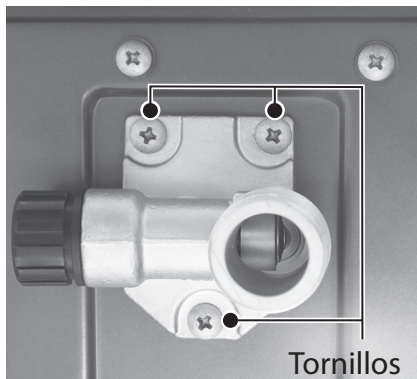

Figura 171 - Ubicación del conjunto de entrada
19 Ubique el conjunto de entrada en el lado inferior derecho del calentador de agua, como se muestra en la Figura 171.
20 Ubique los tres (3) tornillos que fijan el conjunto de entrada a la base del calentador de agua. Use un destornillador Phillips para retirar los tornillos. Deje los tornillos a un lado en un lugar seguro para volver a instalarlos. Consulte la Figura 171.